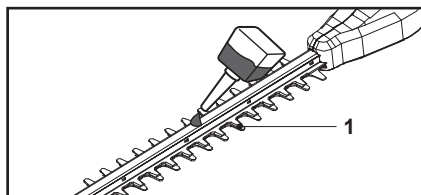

Fig. 18
13. Lubrifier les surfaces internes de la lame si le dispositif de coupe (lame) (1) surchauffe pendant le fonctionnement (Fig. 18).
1. Garder le dispositif de coupe (lame) (1) propre et exempt de débris. Retirer les déchets de taille à l'aide d'une brosse.
2. Appliquer une petite quantité de lubrifiant approprié sur le dispositif de coupe (lame) pour maintenir une bonne efficacité de coupe (Fig. 18).